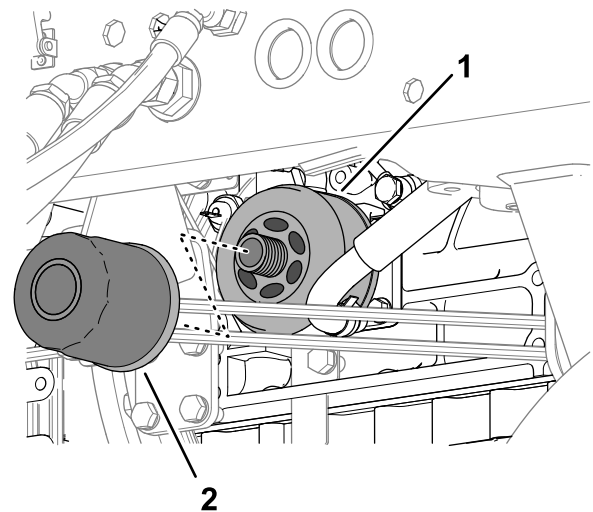

Figure 115
- Tournez le filtre dans le sens antihoraire pour le retirer (Figure 115).